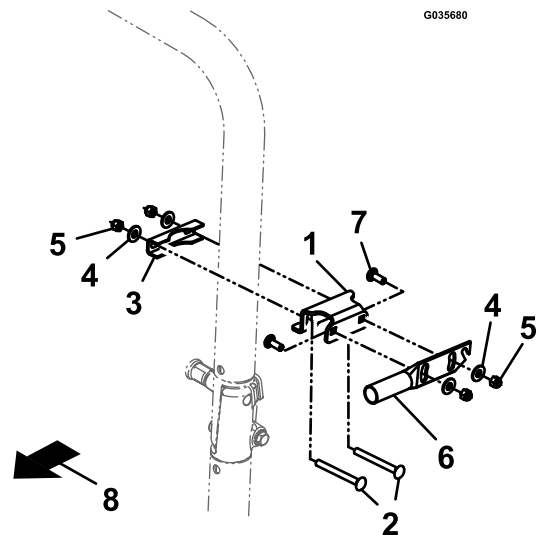

Figura 6
- A. Monte el soporte de montaje del arco delantero en la abrazadera exterior con tornillos de 3/8"-16 x 1", arandelas planas y tuercas nyloc de 3/8", según se muestra en Figura 6.